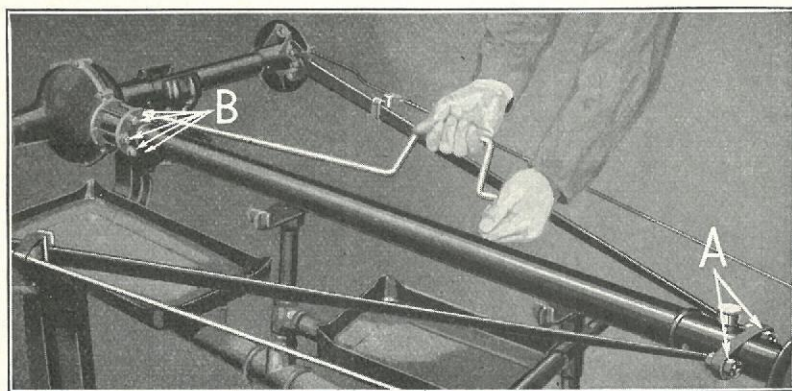
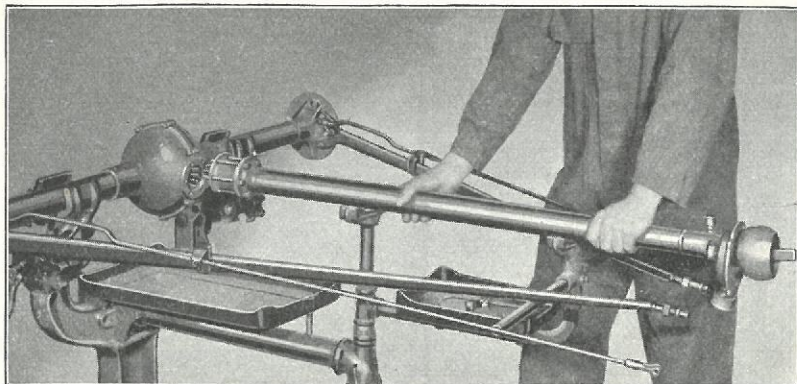

Fig. 320
Fig. 321
- 566** Fraskil Kardanrøret ved først at skrue Bagakselbardunerne fra (Fig. 320-A) og derefter de 6 Skruer »B« i Rullelejehuset. Kardanaksel og -rør kan nu løftes fra Differentialehuset som vist i Fig. 321.